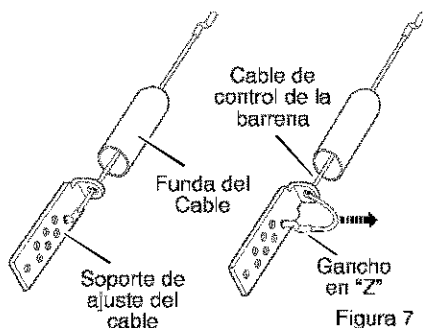

Figura 7
2. Deslice la **funda del cable** sobre el **cable de control de la barrena** hasta que la **funda del cable** no cubra ninguna parte del **soporte de ajuste del cable** (Figura 7).
3. Guíe el extremo del **cable de control de la barrena** a través del ojal del **soporte de ajuste del cable** de la manera indicada por la flecha en la Figura 7. Esto le dará suficiente huelgo permitiendo retirar con facilidad el **gancho en "Z"**.